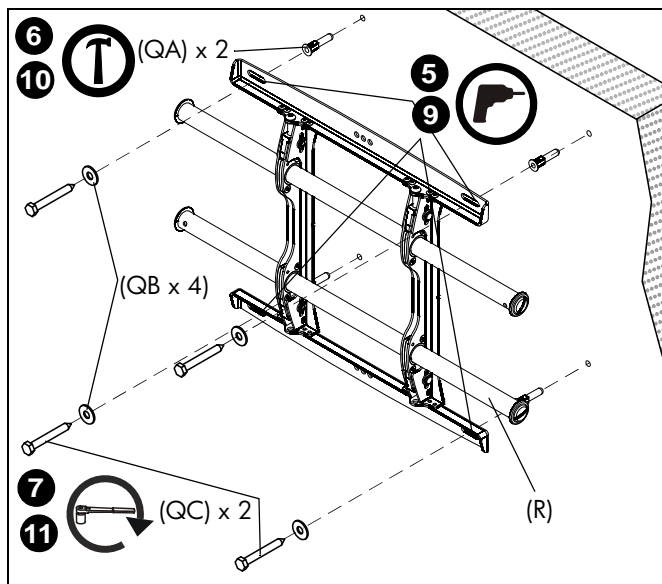

рис. 8
2. Совместите прорези на креплении с отметкой середины экрана, чтобы определить середину по вертикали. (См. рис. 8)
3. Отмерьте 7-1/2" вверх от средней линии и отметьте место верхнего монтажного отверстия. (См. рис. 8)
4. При помощи уровня сделайте на стене отметки в местах размещения верхних монтажных отверстий. (См. рис. 8)
6. Забейте молотком дюбели (QA) в каждое направляющее отверстие.
7. Прикрепите верхнюю часть крепления к дюбелям в стене с помощью двух болтов 5/16 x 2-1/2" (QC) и двух плоских шайб 5/16" (QB).
8. Отметьте точки размещения нижних монтажных отверстий. (См. рис. 8)
9. Просверлите в отмеченных местах по одному направляющему отверстию. (См. рис. 8)
10. Забейте молотком дюбели (QA) в каждое направляющее отверстие.
11. С помощью двух болтов 5/16 x 2-1/2" (QC) и двух плоских шайб 5/16" (QB) прикрепите крепление через нижние монтажные отверстия. (См. рис. 8)
1. Совместите центры выдвижных профилей (U и V) со средней линией экрана. (см. рис. 8)